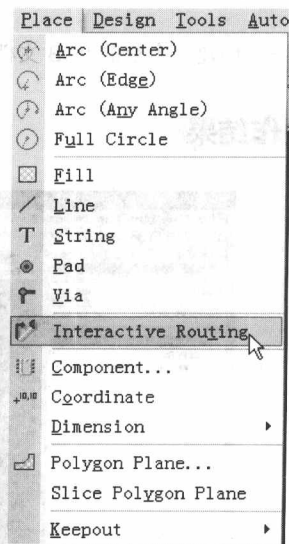

图 2-2 执行 “interactive Routing” 命令
2. 执行 “Place\ interactive Routing” 命令, 如图 2-2 所示。